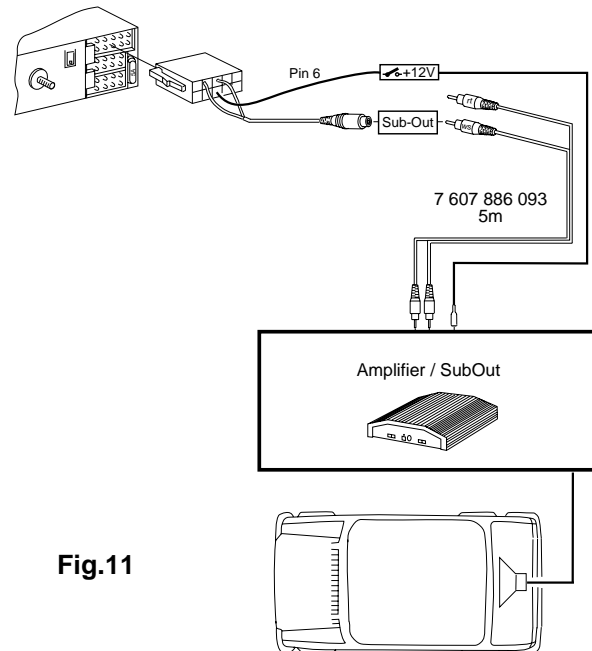

Fig.11
- Anschluß SUB-OUT(CINCH) Fig. 11
- Connection SUB-OUT(CINCH) Fig. 11